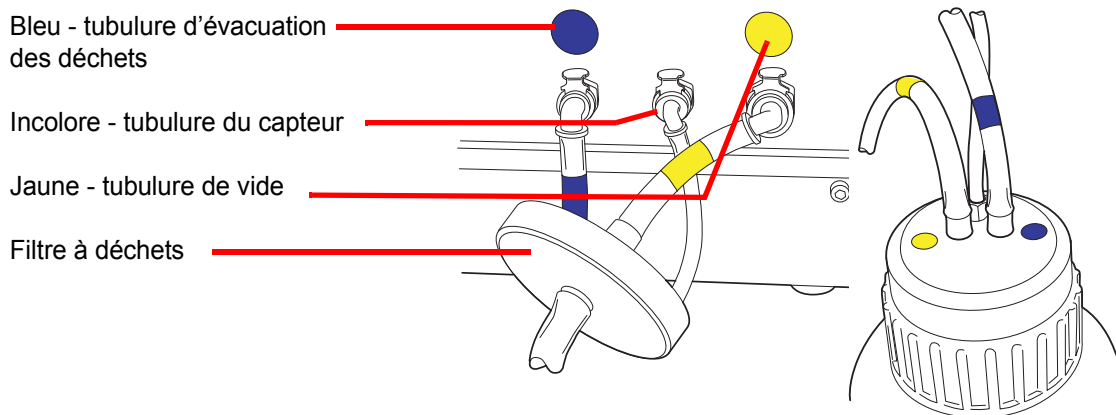

Figure 8-13 Raccordements des tubulures du bidon d'évacuation des déchets
3. Repérer les trois raccords du bidon d'évacuation des déchets à l'arrière du processeur ThinPrep 5000. Voir la Figure 8-13. S'assurer que les boutons des raccords sont en position basse/enfoncée.